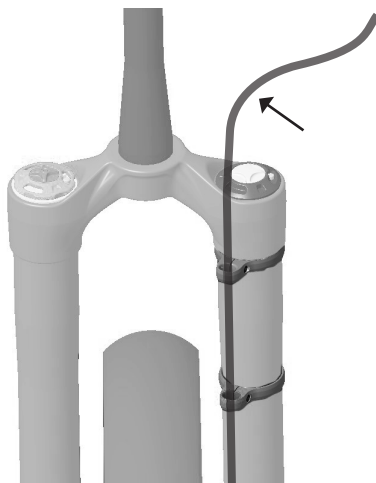
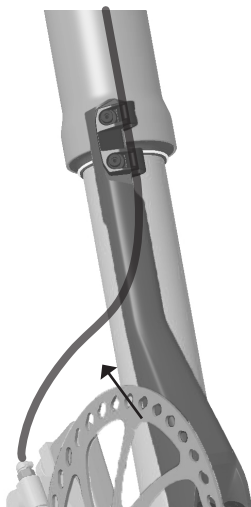

Figura 16: Comprimento suficiente do tubo do travão acima da guia superior do tubo do travão
Figura 17: Vista completa da passagem do tubo do travão através das guias do tubo do travão e para dentro do mastro
5. Verifique se o comprimento do tubo do travão dianteiro é suficiente acima da guia superior do tubo do travão até à alavanca do travão (Figura 16). Verifique se existe um arco suave no tubo do travão entre a braçadeira do tubo do travão e a pinça do travão (Figura 17). Todas as secções do tubo do travão devem ter um circuito livre durante a compressão do garfo.